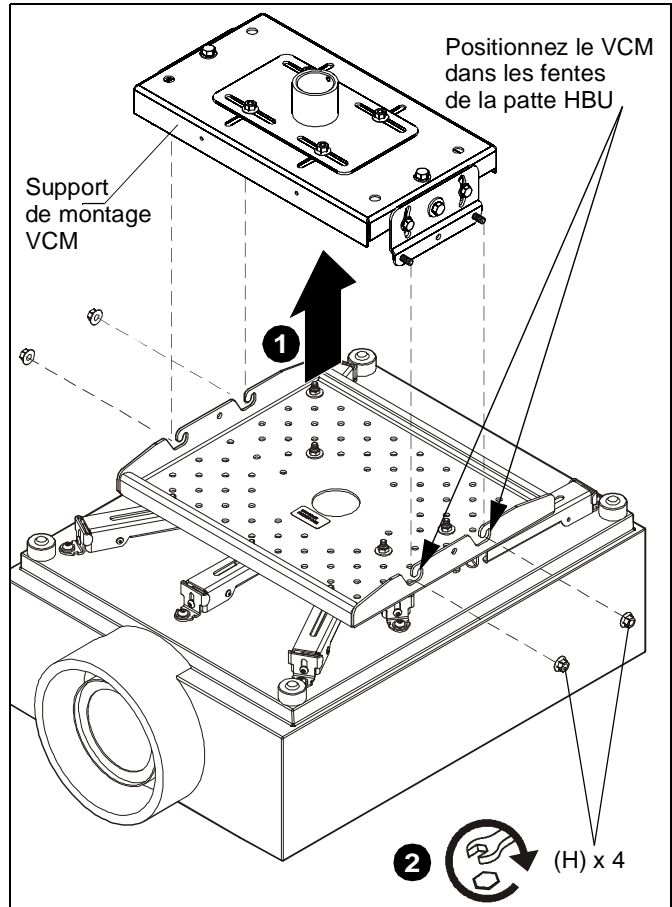

Figure 4
1. A l'aide de ces assistants, soulevez la patte HBU avec le projecteur fixé et fixez-la aux quatre montants s'étendant depuis le support de montage pour plafond VCM (non inclus). (Voir la Figure 4)
IMPORTANT ! : Assurez-vous que le support de plafond VCM est fixé aux fentes de la patte HBU. (Voir la Figure 4)
2. Attachez-la avec quatre écrous à embase de 5/16" (H). (Voir la Figure 4)